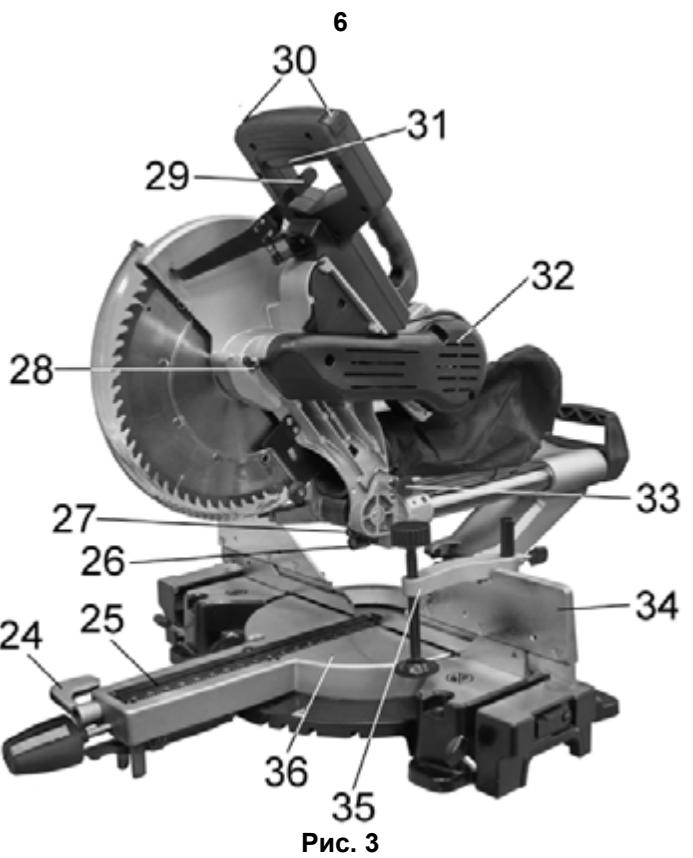
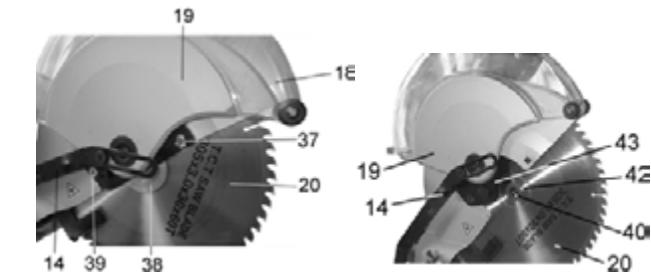
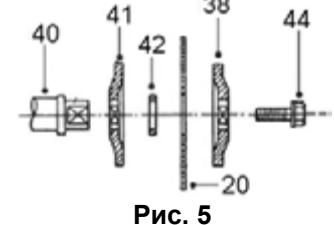

Рис. 3
Рис. 4
Рис. 5
3. Пильный диск плохо закреплён	3. Затянуть болт (44), Рис.4, после установки пильного диска
Для снятия пильного диска (20) переведите защитный кожух (19) в верхнее положение, выкрутите винт (37) и ослабьте винт (39), Рис.4. Переведите защитный кожух (19) и пластину (43) в верхнее положение так, чтобы открыть полный доступ к пильному диску (20), Рис.4. Нажмите и удерживайте кнопку (28), Рис.2, проворачивая пильный диск (20) до щелчка и зафиксируйте его кнопкой (28). Выкрутите болт (44), Рис. 5, по часовой стрелке. Снимите наружный фланец (38) и пильный диск (20), Рис.5.
Установите пильный диск (20) в соответствии с последовательностью, указанной на Рис.5 так, чтобы зубья пильного диска (20) были направлены вниз в передней части пилы, Рис.2. На шпиндель (40) установите внутренний фланец (41), переходное кольцо (42) и пильный диск (20) с соответствующим посадочным диаметром. Установите наружный фланец (38). Закрутите болт (44), Рис.5, вращением против часовой стрелки, удерживая кнопку (28) фиксации пильного диска (20) в нажатом положении, Рис.3. Установите и закрепите защитный кожух (19).
10.1. Регулировка угла 90° (Рис. 5, 8-9)